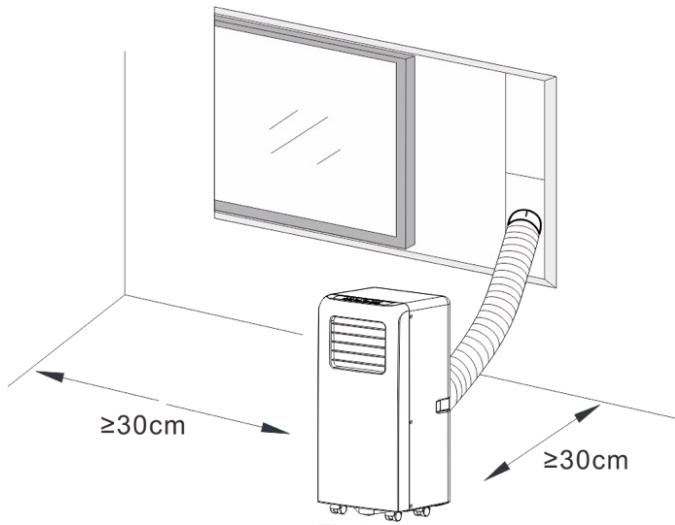

Fig.4
- Klimaanlegget skal installeres på et sted som er flatt og med god plass rundt. Ikke blokker luftuttaket, og den nødvendige avstanden rundt bør være minst 30 cm. (Se Fig. 4)